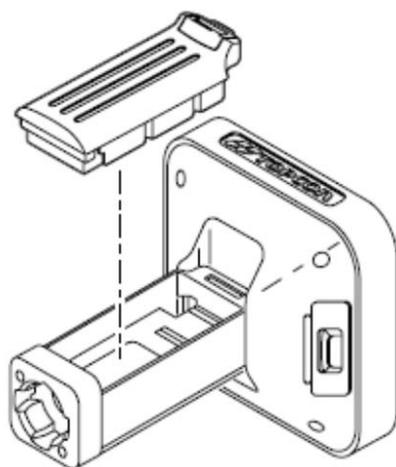

图 2-12 安装 GR-5 电池
1. 轻插电池，将电池的底部插入电池槽的底部（图 2-12）。